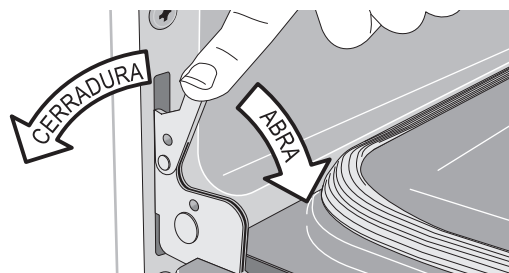

Figura 9: Seguros de las bisagras de la puerta
2. Tire de los seguros de ambas bisagras (izquierda y derecha) hacia abajo desde el marco del horno completamente hacia la puerta del horno (consulte la Figura 9). Es posible que necesite una herramienta como un destornillador pequeño de cabeza plana.
4. Empuje los seguros de las bisagras izquierda y derecha hacia arriba y hacia el interior del marco del horno a su posición bloqueada (consulte la Figura 9).